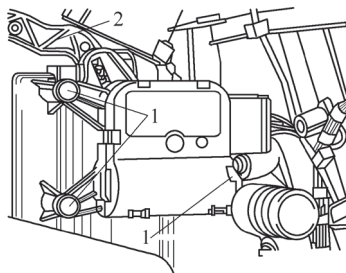

图 5-36 拆下右侧温度翻板伺服电动机
5) 如图 5-36 所示, 旋出紧固螺栓 1 并拆下温度翻板伺服电动机 V159。